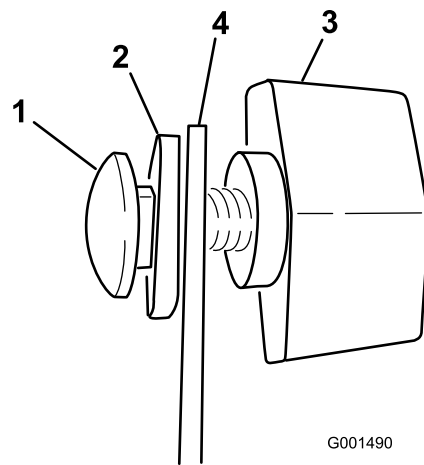
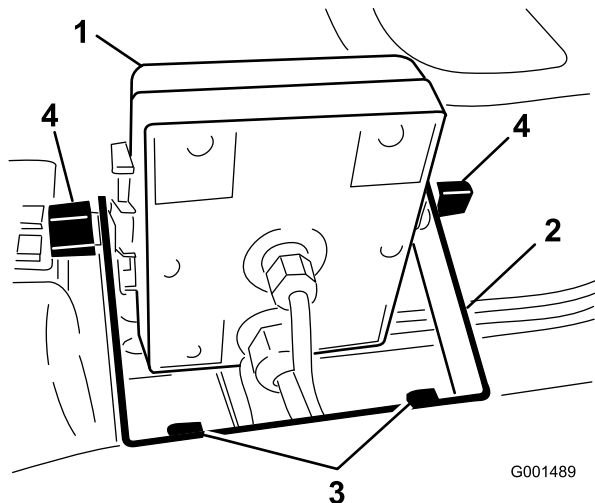

Figura 6
Figura 5
2. Instale o suporte do monitor no painel (Figura 5) com os 2 parafusos de cabeça flangeada (1/4 x 3/4 pol.) e 2 porcas flangeadas (1/4 pol.).
3. Coloque no suporte, sem apertar, os 2 parafusos de carroçaria, as anilhas de borracha, e os manipuladores como mostram as ilustrações da Figura 5 e Figura 6.
6. Instale o monitor Spray Pro por cima das cabeças dos parafusos da carroçaria (Figura 5) e aperte os manipuladores para fixá-lo.